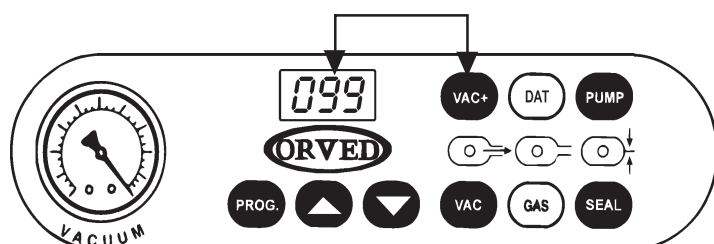

Рис. 3
- Отрегулируйте функцию «VAC» на панели управления, установите максимальное значение 99% (Рис. 3).